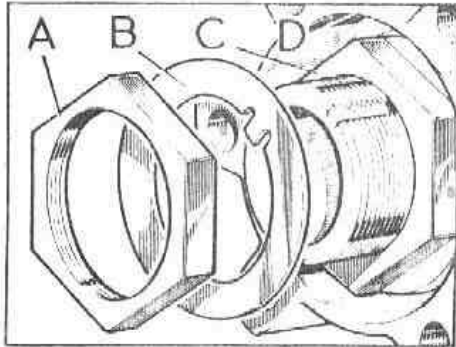

Fig. F-5 Tuerca y arandela de fijación del cojinete del buje
- 1.2. Aflojar la contratuerca, A, la tuerca, C (Fig. F-5) y arandela, B del buje D.
- 4.1. Situar en posición todos los componentes del buje salvo la contratuerca y la arandela de frenado (Fig. F-5).